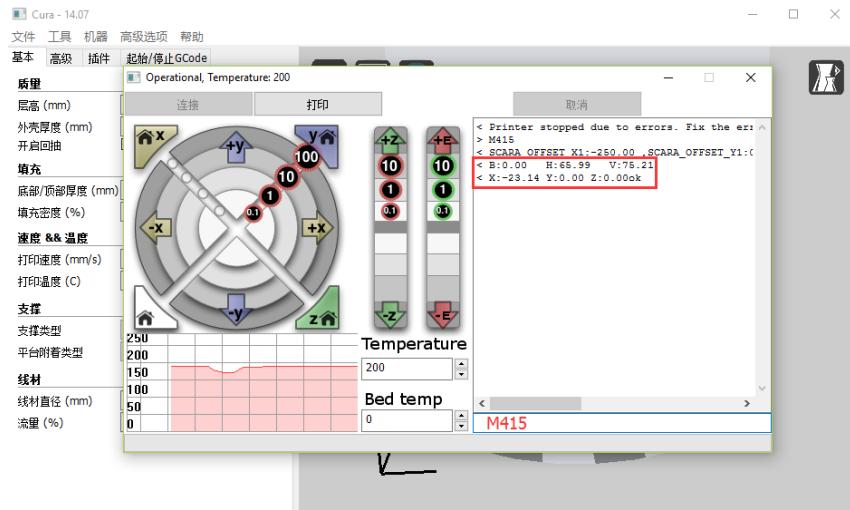

图 5.151 输入 M415 命令
2. 在“Operational”界面右下方输入“M415”命令，保存打印坐标，如图 5.151